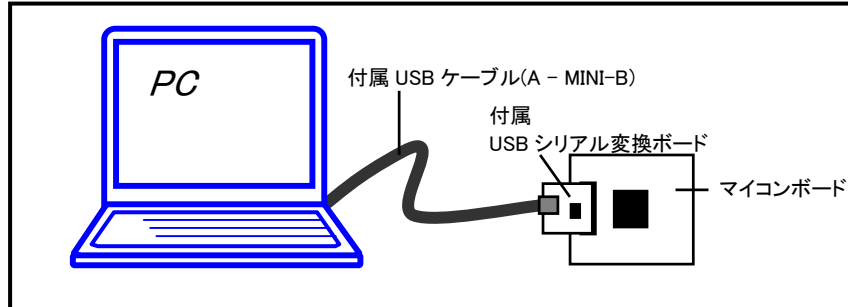

図 3-2 接続設定図
- ②付属の USB-ADAPTER と USB ケーブル(A - MINI-B)を接続してください。
③②で準備した USB ケーブル(A - MINI-B)を PC と接続してください。
④②で準備した USB-ADAPTER をマイコンボードのフラッシュインタフェース(20pin コネクタ)に接続してください。
⑤DC 電源(2P)より 5V 電源を投入してください。
※②～④の接続設定については「図 3-2 接続設定図」をご参照ください